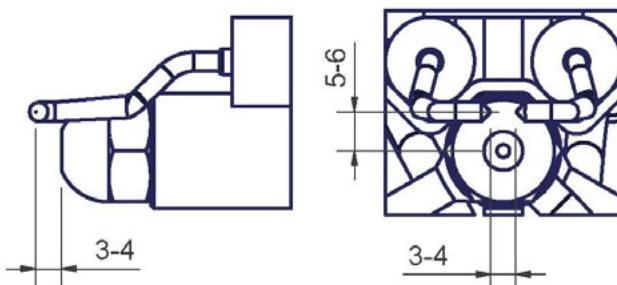

Рис. 23
- Проверить запальльные электроды, почистить, подрегулировать а, при необходимости, заменить (см. Рис. 23).
Отрегулировать положение электродов, соблюдая размеры (в мм), указанные на Рис. 23.